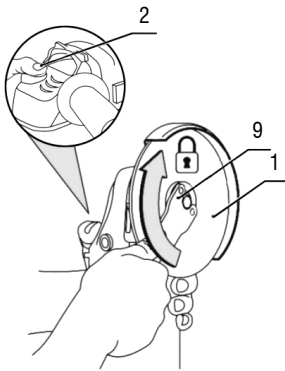

Fig. 6 – Montagem do disco na máquina
5. Trave o eixo da máquina pressionando o botão trava do eixo (2) e aperte a flange externa no eixo com a chave (9), conforme fig. 6.